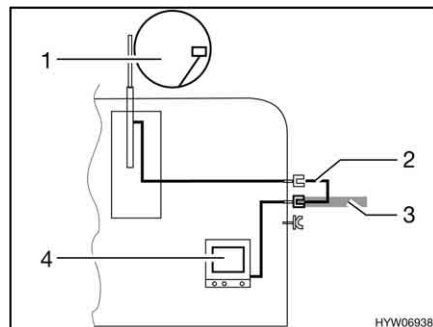

Fig. 117 TV en el vehículo
- TV en el vehículo (Fig. 117,4): Conexión a la antena del techo (Fig. 117,1) con el cable de conexión (Fig. 117,2)
- TV en el vehículo (Fig. 117,4): Conexión a antena externa (Fig. 117,3)